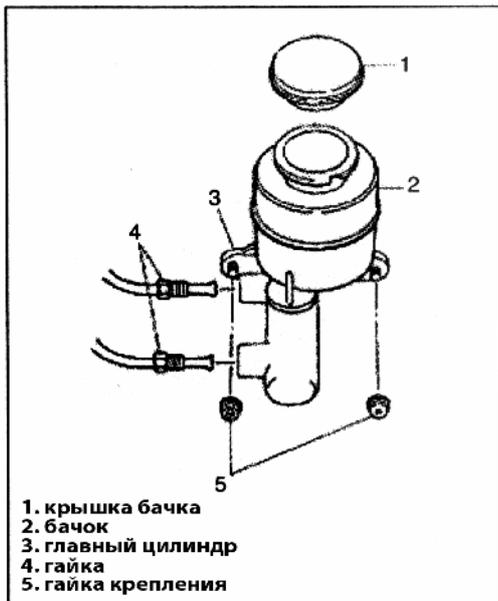

Рис. 689
- 1) Отсоедините разъем проводов от крышки бачка (Рис.689).